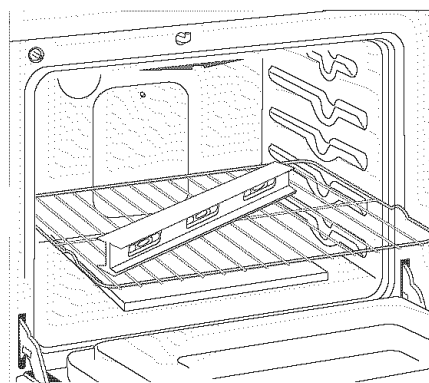

Figure 13
2. Déposez un niveau à bulle sur la grille (voir la figure 13). Prenez 2 lectures en plaçant le niveau en diagonale dans une direction, puis dans l'autre direction. Si nécessaire, ajustez les 4 vis de nivellement à l'aide d'une clé pour niveler l'appareil (reportez-vous à la figure 15).